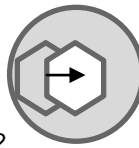

Fig.2
- Centrer le condenseur en agissant sur les 2 molettes en V devant le condenseur (fig. 2)